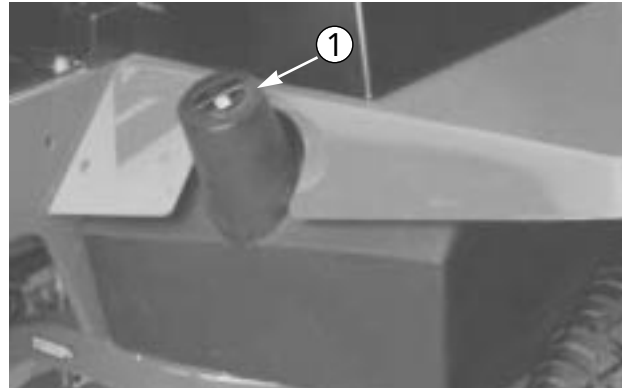

図 57
3. インジェクション・ポンプ・レバーのアーム（図57）をハイアイドル・ストップに当てた状態でケーブル・コネクタを締める。